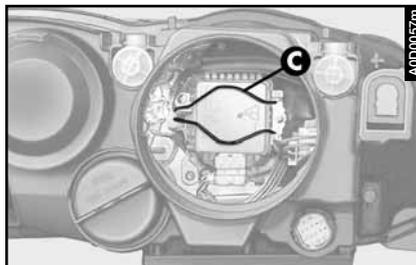

fig. 27
- Décrocher la pince (C- fig. 27).